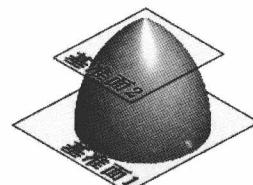

图 2.5 基准面 2
Step4. 创建图 2.5 所示的基准面 2。选择下拉菜单 **插入(I) → 参考几何体(G) → 基准面(E)...**